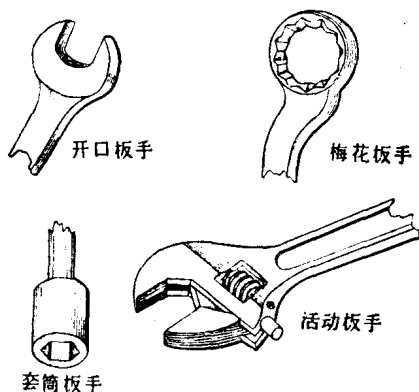
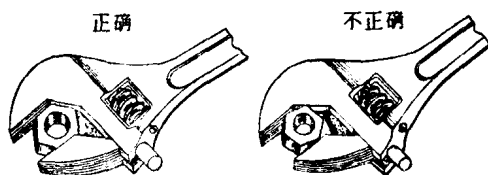
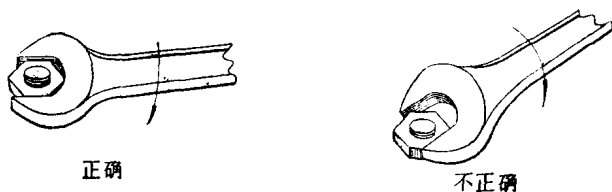
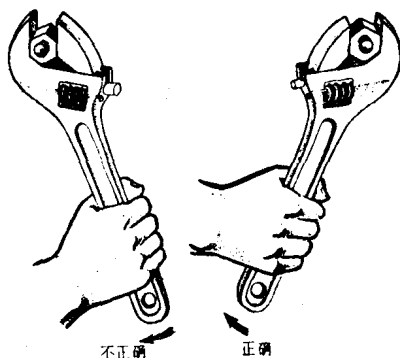

图1-2 几种常用的紧固工具
图1-3 活动扳手的使用
图1-4 开口扳手的使用
图1-5 活动扳手的用力方向
1. 双头（开口）扳手、梅花（眼睛）扳手、套筒扳手和活动扳手（图1-2）都是常用的紧固工具。使用活动扳手时，应该使它的钳口和螺母紧紧贴住（图1-3），并且使扳手的平面与螺母的旋转平面重合（图1-4）；梅花扳手和套筒扳手，特别适用于旋紧力较大的螺母。扳手开口处小的一端或活动的一端不应作为主要用力点，以防折断（图1-5）。